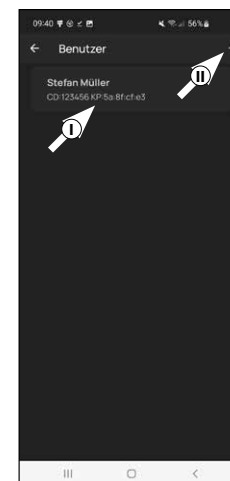

Fig. 2
- ! **Nota:** in alternativa potete generare anche un nuovo profilo utente. Selezionare a tal fine il simbolo "+" in alto a destra (II) (Fig. 2).